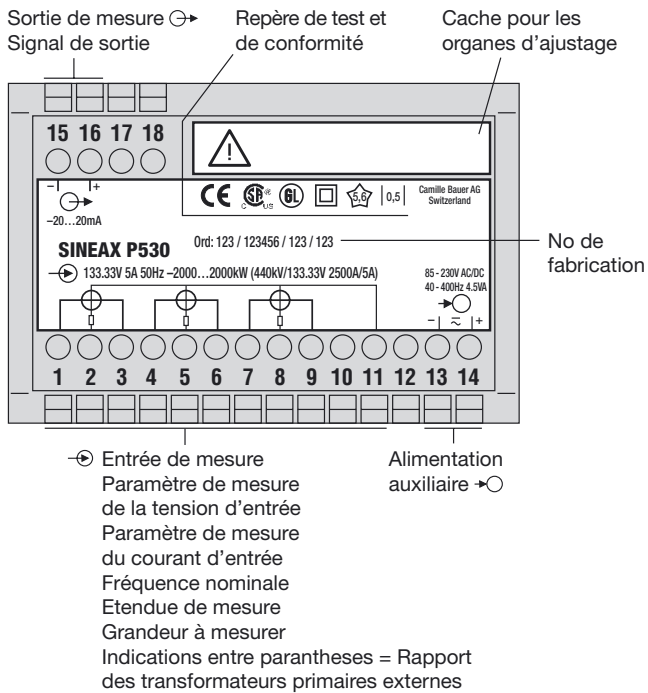

Fig. 5. Déclaration pour la plaquette signalétique.
... que les caractéristiques techniques qui permettent de résoudre le problème de mesure correspondent aux données mentionnées sur la plaquette signalétique du SINEAX P530/Q531 (⊖ → entrée de mesure, ⊕ → sortie de mesure et → ⊖ alimentation auxiliaire, voir Fig. 5)!
- Enlever le cache sur les organes d'ajustage (petite plaquette autocollante, Fig. 5).